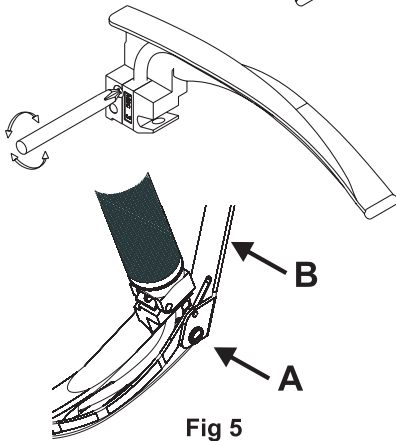

Fig 5
5. Per rimuovere la guida di luce, innanzitutto rimuovere la vite A per consentire la rimozione della leva B come mostrato in Fig. 5. Il meccanismo di leva della lama può richiedere articolazione, prima che la guida di luce possa essere staccata dalla lama.